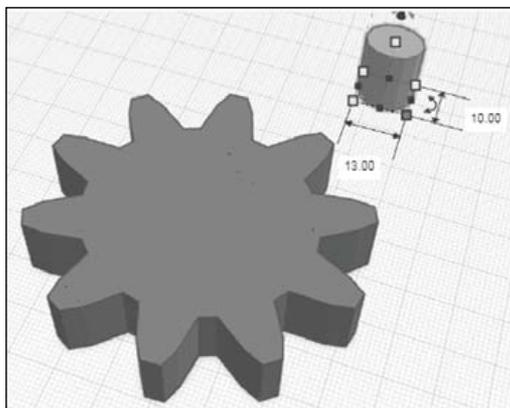

Рис. 51. Добавление цилиндра
6. Загрузить цилиндр (рис. 51).